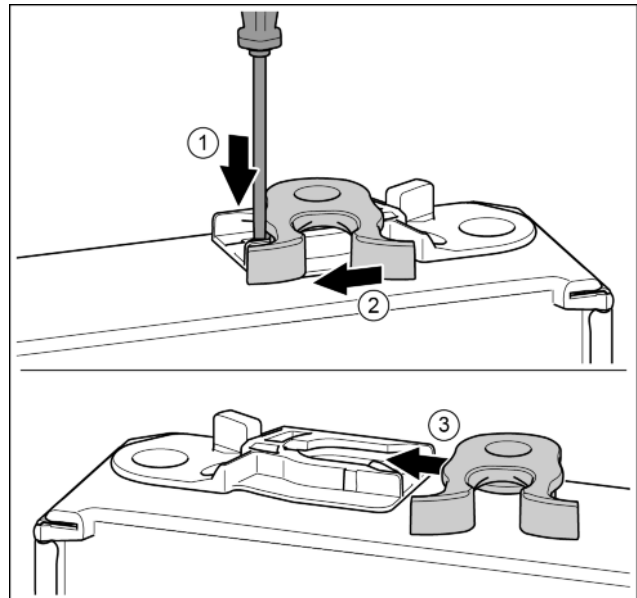

Fig. 18
- ▶ Нажать накладку шлицевой отверткой вниз. Fig. 18 (1)
- ▶ Запорный крючок вывести из направляющей. Fig. 18 (2)
- ▶ Запорный крючок вставить в направляющую с другой стороны. Fig. 18 (3)